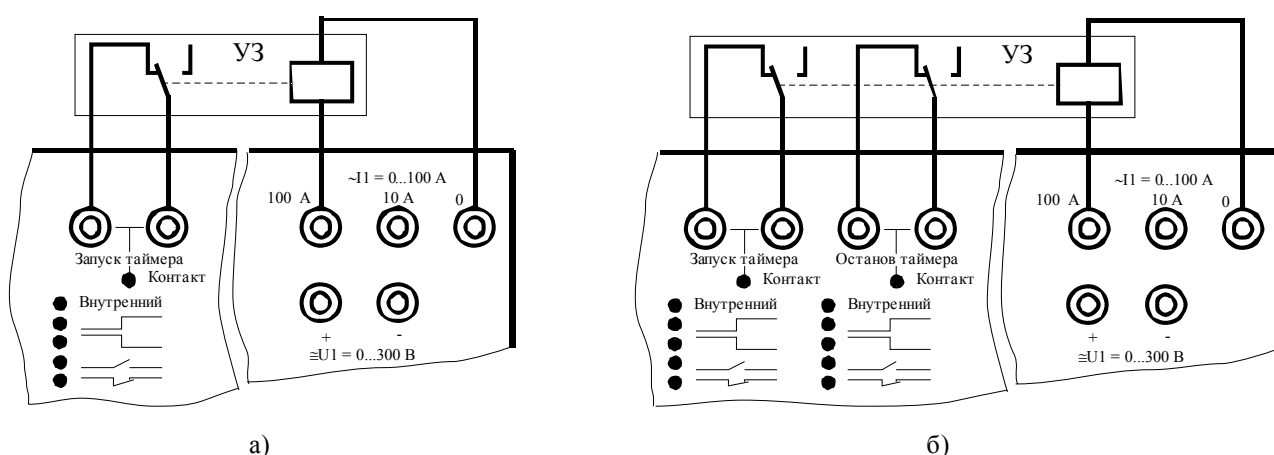

Рисунок 5 – Измерение временных характеристик
8.3.4.7 Если измерение времени срабатывания определяется по одному входу внешних сигналов (см. рис. 5а), то после обнаружения срабатывания УРЗА повторно нажать кнопку «Пуск. Измерение времени». Процесс измерения времени прекращается. На выходных клеммах канала присутствует напряжение. На индикаторе отображается значение времени срабатывания (t_c).
8.3.4.13 Для измерения разновременности срабатывания контактов подключить одну пару контактов к входу «Запуск таймера», а вторую пару контактов – к входу «Останов таймера» (см. рис. 5б).